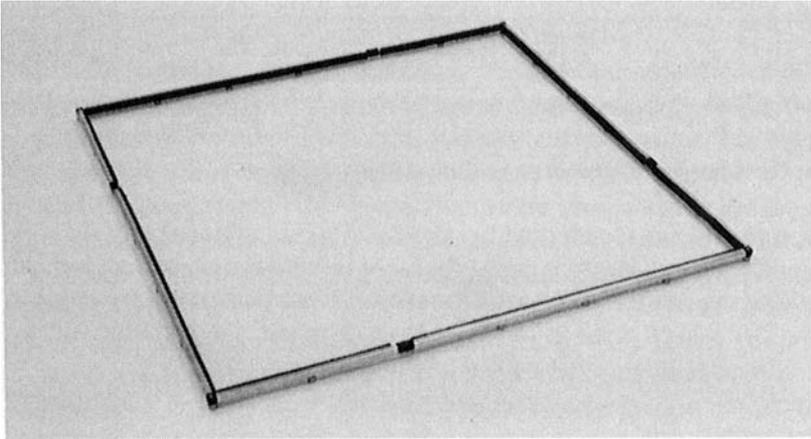

Bild 11. Zusammengebauter 915 mm × 915 mm Rahmen
1. Bauen Sie den 915 mm × 915 mm Rahmen so zusammen, wie in Bild 11 dargestellt. Sie benötigen dazu vier 610 mm Aluminiumrahmen, vier 305 mm Aluminiumrahmen, vier rechtwinklige und vier gerade Rahmenverbindungen. Bitte achten Sie darauf, daß die Klettoberflächen des Rahmens sich im Innenraum (in Richtung Mitte der Konstruktion) befinden.